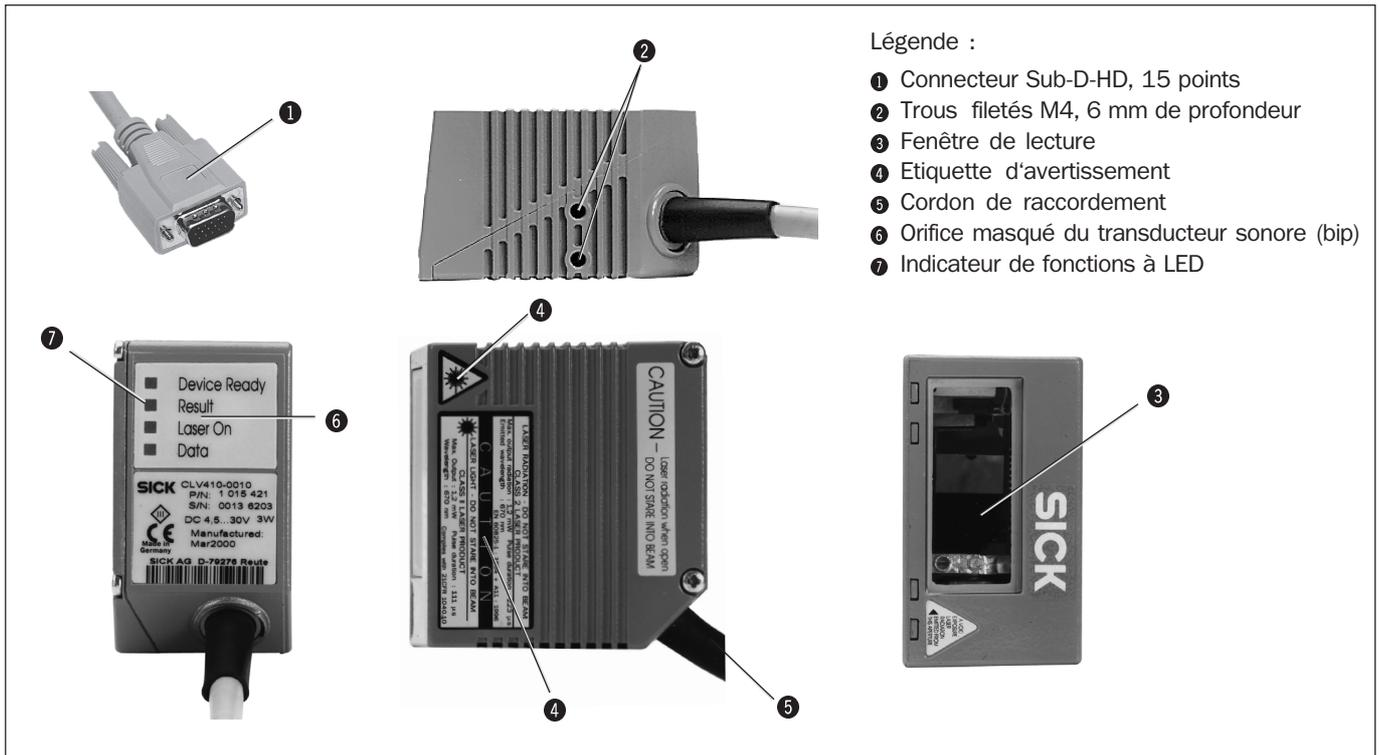

Fig. 1. Construction du CLV 41x
Le générateur sonore ⑥ informe de la réussite des opérations effectuées et indique les défauts de fonctionnement. L'orifice de diffusion se trouve sous l'étiquette de description des LED située sur la face arrière (fig. 1).
Les indicateurs à LED ⑦ se trouvent sur la face arrière de l'appareil (fig. 1)